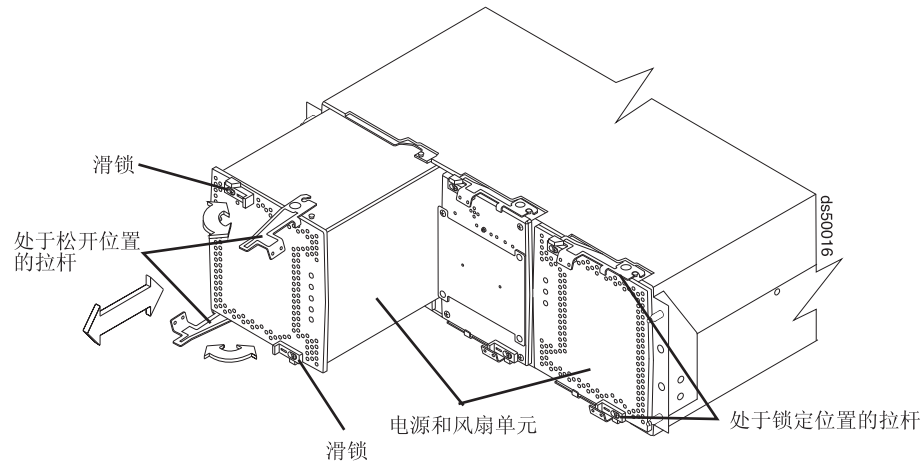

图 130. 从 DS5100 或 DS5300 卸下电源和风扇单元
9. 松开故障电源和风扇单元顶部和底部的拉杆。向外同时旋转两个拉杆，卸下出故障的电源和风扇单元。（图 130 显示了电源和风扇单元从存储子系统机箱中滑出。）